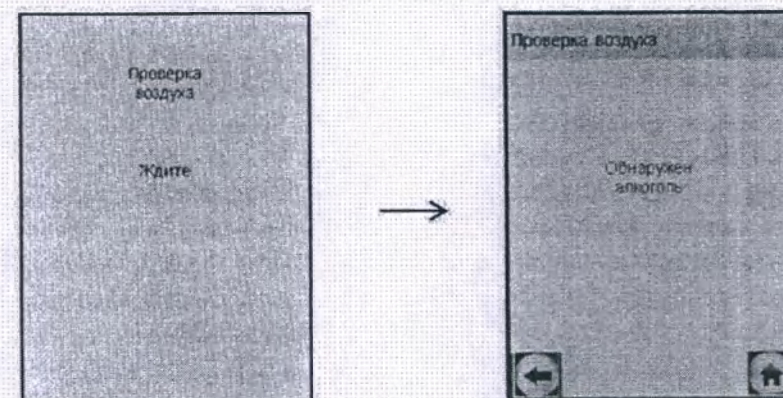

Рисунок 17 – В окружающем воздухе, мундштуке или в заборной системе обнаружены пары этанола
2.8.20 Если при выполнении 2.8.11 настоящего РЭ в окружающем воздухе, мундштуке или заборной системе анализатора будет обнаружен этанол или другие компоненты, которые могут оказать влияние на показания анализатора, на экране появится сообщение «Обнаружен алкоголь» (рисунок 17, справа).